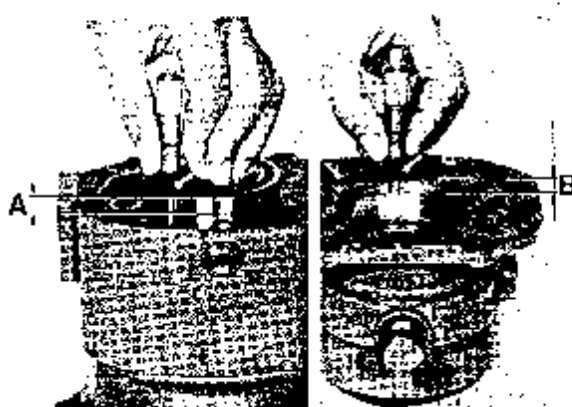

Abb. 66
- 4a. Auf dem Mittelgehäuse den Abstand von der äußeren Lagerbahn zu hinteren Fläche auf dem Gehäuse messen (A, Abb. 66).
- 4b. Die Tiefe der entsprechenden Ausnehmung im Untersetzungsgetriebe (B, Abb. 66) messen. **Achtung!** Die alte Dichtung soll bei der Messung dabei sein.